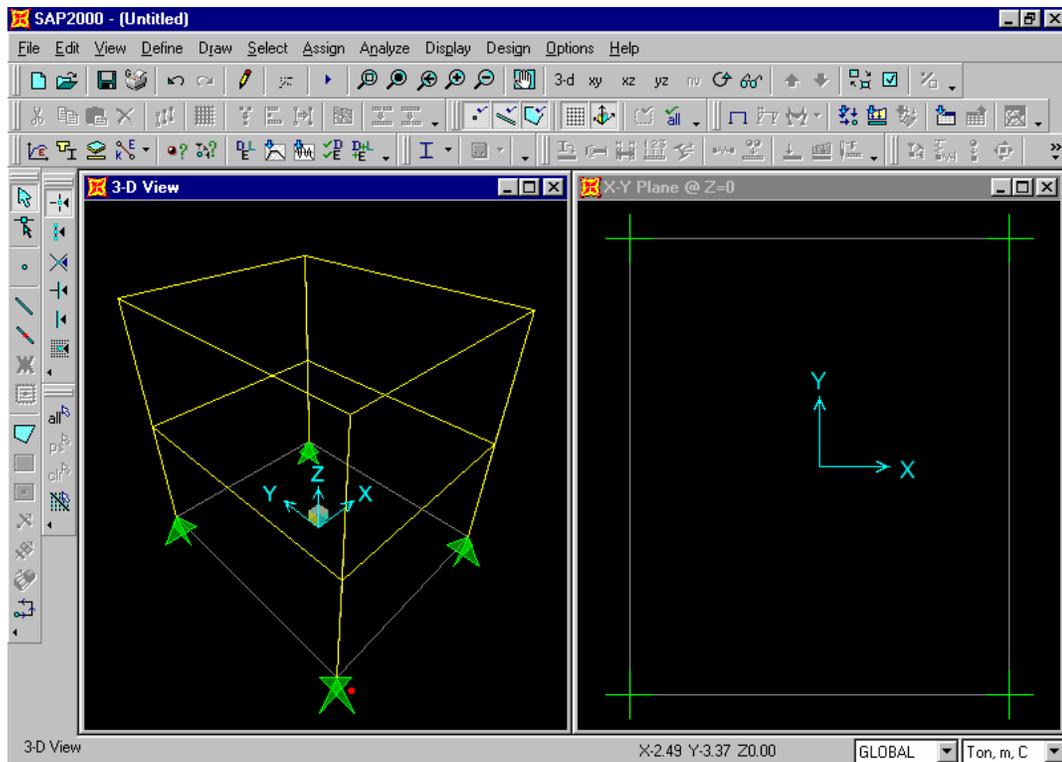

Figura B2: Pantalla inicial desde el Space Frame Template
4. La pantalla mostrará la estructura en dos ventanas, en 3D en la ventana izquierda y en 2D en la ventana derecha (el título de esta última dice **Plane X-Y @ Z=0**). Ver figura B2.